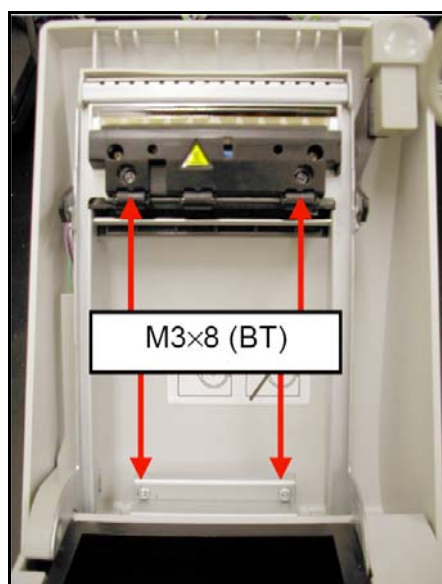

Рисунок 4 – Винты, крепящие кожух.
2.3.2. Открутите четыре винта, крепящих кожух крышки принтера (см. рис. 4).